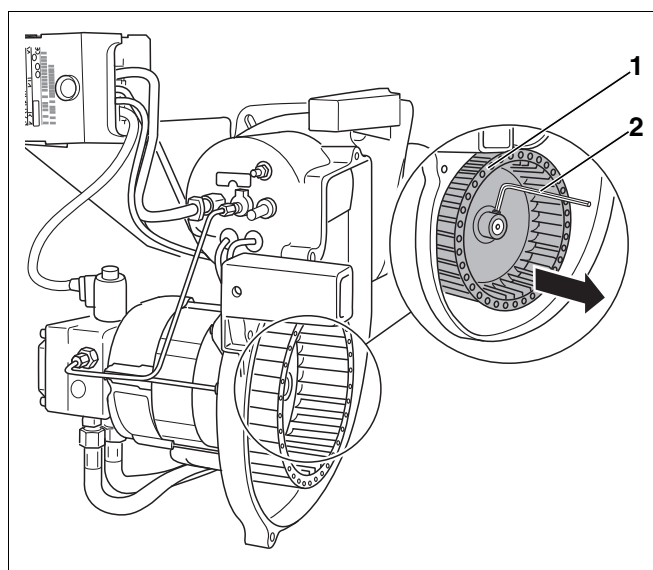

Рис. 23 Проверка крыльчатки вентилятора и ее чистка в случае необходимости
- Ослабить крыльчатку вентилятора (Рис. 23, поз. 1) ключом с внутренним шестигранником (Рис. 23, поз. 2) и снять с вала.
- Установить крыльчатку (Рис. 23, поз. 1) на место.